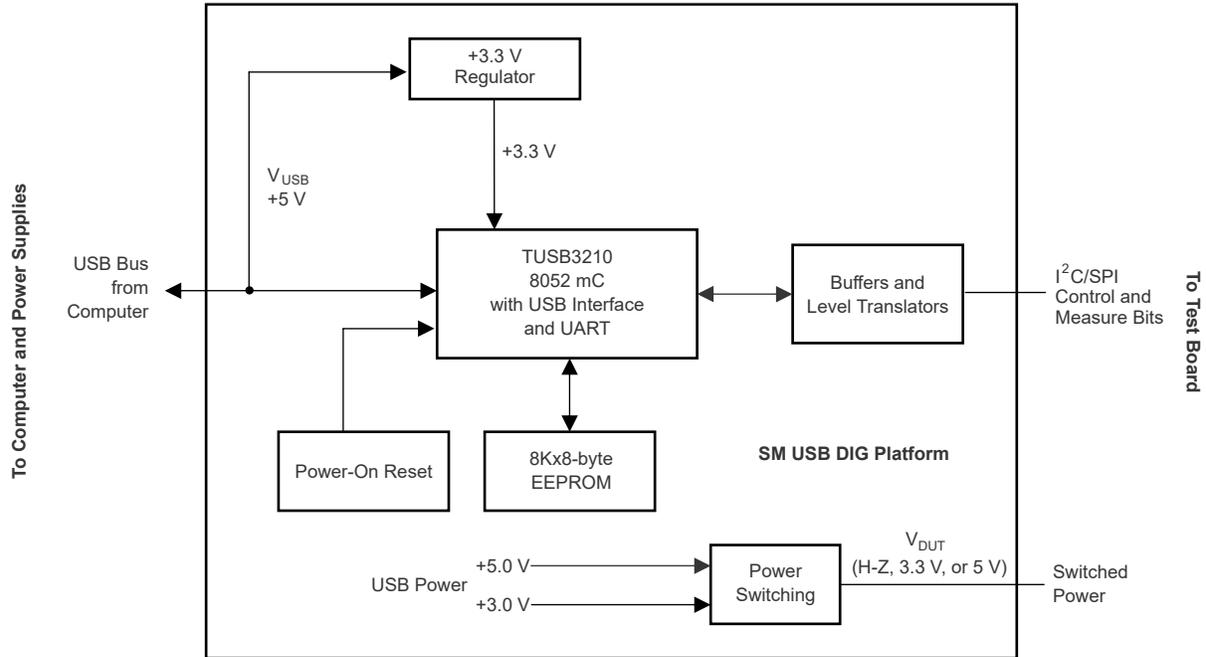

图 2-3. SM-USB-DIG 平台方框图
(1) 当 V_{DUT} 为高阻态时，所有数字 I/O 也为高阻态。
图 2-3 所示为 SM-USB-DIG 平台的方框图。此平台是一种通用数据采集系统，用于多种不同的德州仪器 (TI) 评估模块。运行详细信息在一个单独的文档 SBOU098 中 (可从 www.ti.com 下载) 提供。图 2-3 中显示的方框图简要概述了该平台。SM-USB-DIG 平台上的主要控制器件是 TUSB3210。TUSB3210 是一款具有板载 USB 接口的 8052 微控制器。微控制器接收来自主机的信息，并将其解释为电源、I²C、SPI 和其他数字 I/O 模式。在数字 I/O 事务期间，微控制器会读取连接到 I/O 接口的任何器件的响应。该器件的响应被发送回 PC，由主机对其进行解释。